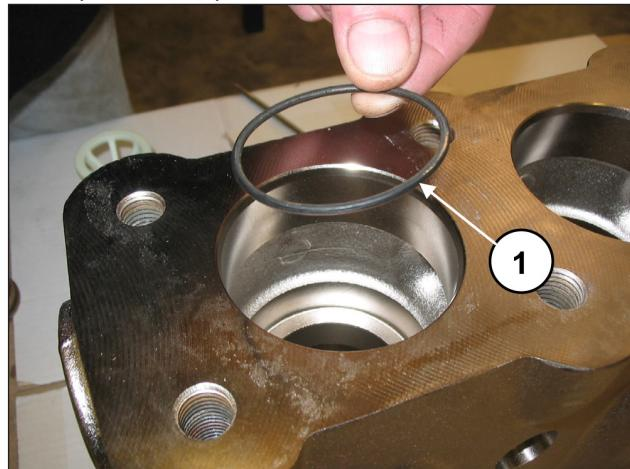

Рис. 120
Установите уплотнительное кольцо поз. №5 на деталировочном чертеже (поз. ①, Рис. 120).